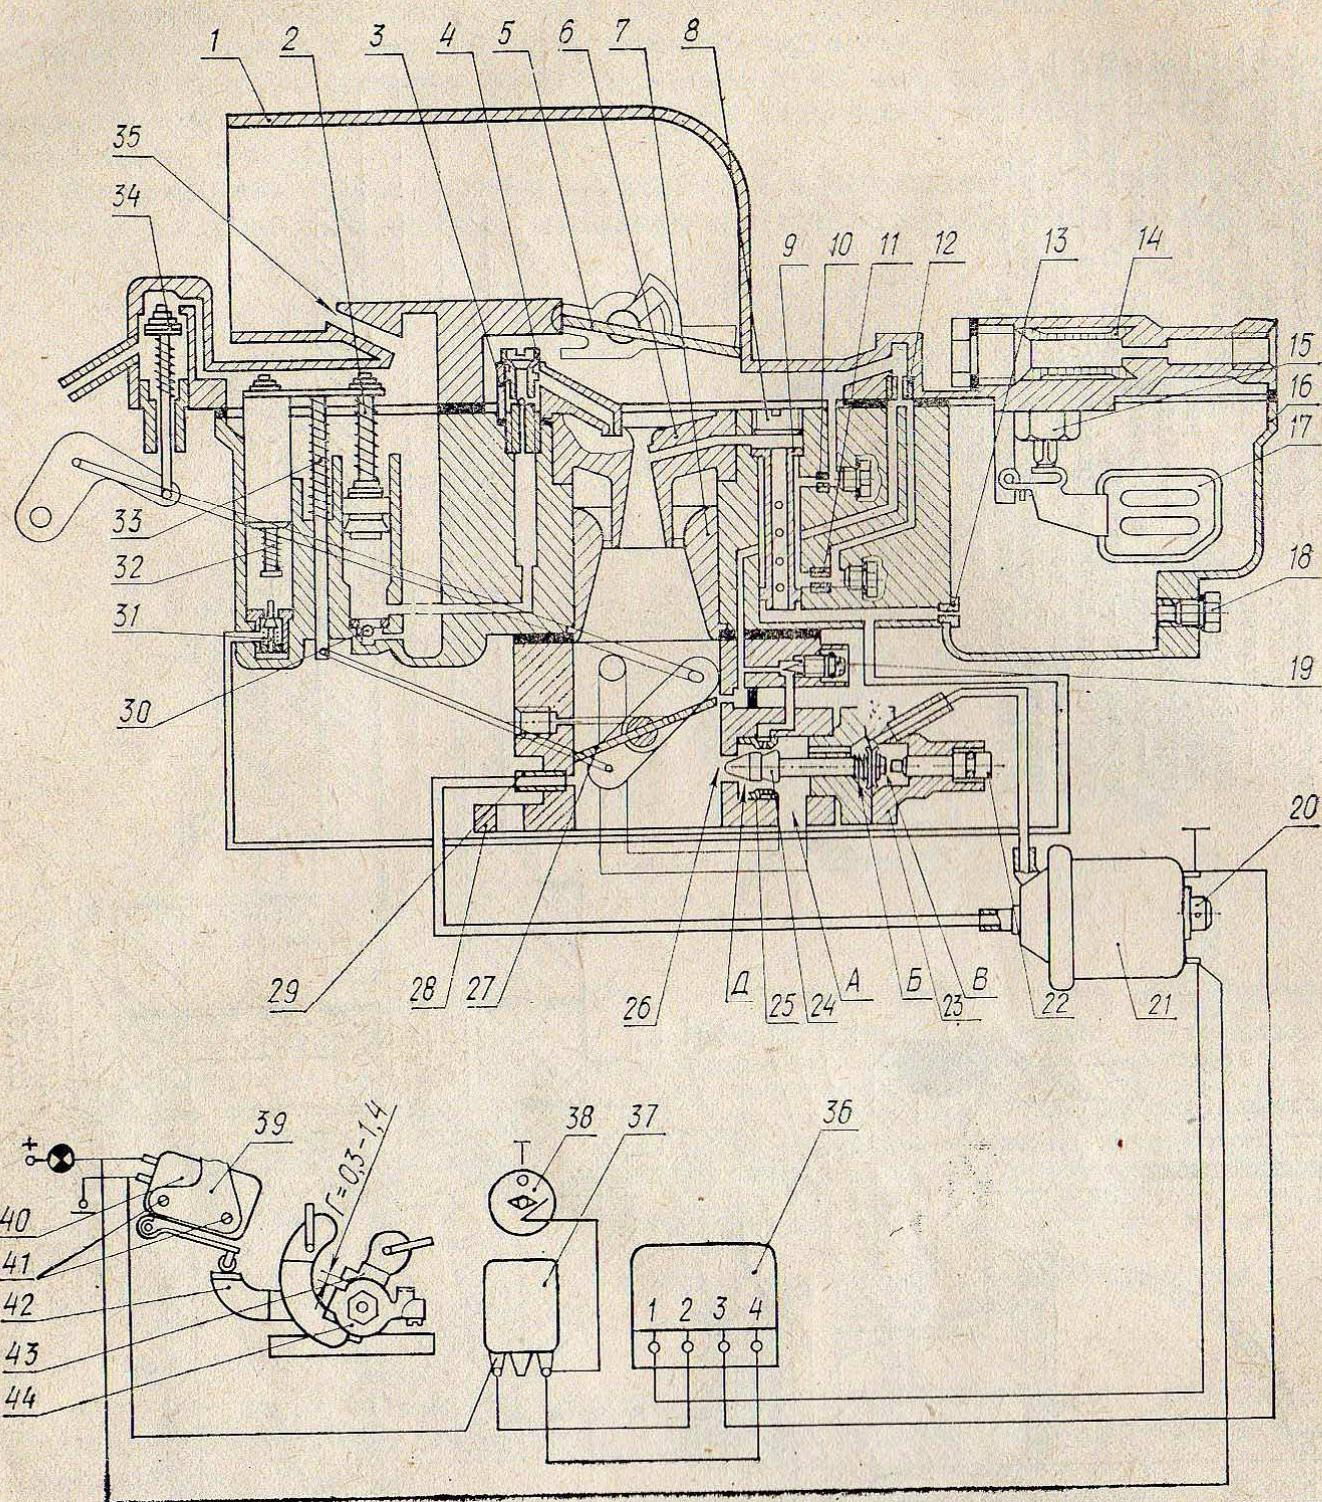
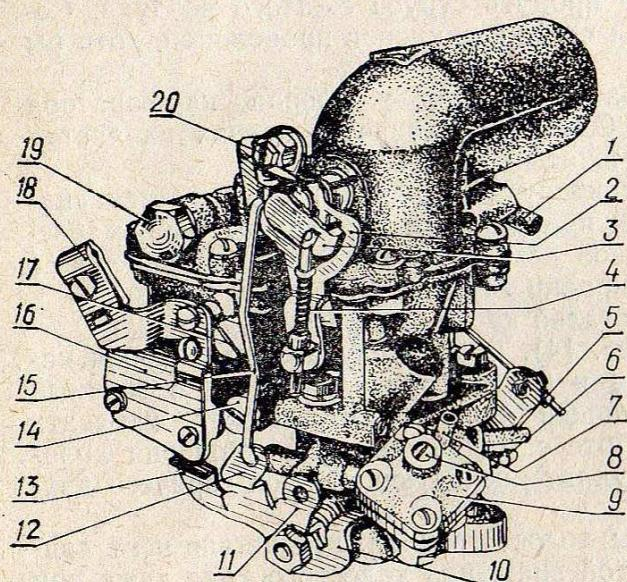

Рис. 14. Схема карбюратора К-133Б:
Рис. 15. Карбюратор К-133Б (вид спереди):
Доступ к главному топливному жиклеру 13 (рис. 14) открывается снаружи карбюратора после вывертывания пробки 18, к клапану 31 экономайзера — после снятия крышки 1 поплавковой камеры, к топливному жиклеру 11 холостого хода — после вывертывания пробки 14 (рис. 15).
топливного жиклера 13 (см. рис. 14). В этом случае поплавковая камера карбюратора будет переполняться и бензин будет вытекать в главный воздушный жиклер 10 главной дозирующей системы, что может вызывать при движении автомобиля или при работе с малой частотой вращения холостого хода остановку двигателя и затруднит последующий пуск горячего двигателя;
Чтобы определить правильность установки и проверить работу микровыключателя, надо присоединить к его контактам тестер или источник питания с лампочкой (см. рис. 14), предварительно отсоединив провода от микровыключателя.
У электронного блока управления 36 (см. рис. 14) два граничных предела. При повышении частоты вращения коленчатого вала двигателя более
В случае отказа системы экономайзера принудительного холостого хода нужно обесточить систему и соединить трубы 5 и 7 (рис. 15) гибким шлангом, при этом карбюратор будет работать по общепринятой схеме без электронного блока управления.
**Необходимость проверки работы ускорительного насоса** возникает при ощущимых «провалах» в работе карбюратора (задержка в реакции на переходных режимах). Для проверки насоса нужно снять крышку поплавковой камеры, вывернуть винт 4 (см. рис. 14) ускорительного насоса, и нажав на рычаг дроссельной заслонки, убедиться, что в открытое отверстие подается бензин. Если бензин подается, следует продуть клапан и распылитель и установить его на место. Если бензин не подается, промыть камеру и добиться плавного хода поршня ускорительного насоса.
**Регулировка карбюратора при работе двигателя с малой частотой вращения коленчатого вала на холостом ходу.** Экономичная работа двигателя в большой степени зависит от правильной регулировки карбюратора при работе двигателя с малой частотой вращения на холостом ходу. Эта регулировка производится на прогретом двигателе — температура масла не менее 60—70°, винтом 8 (рис. 15) эксплуатационной регулировки.